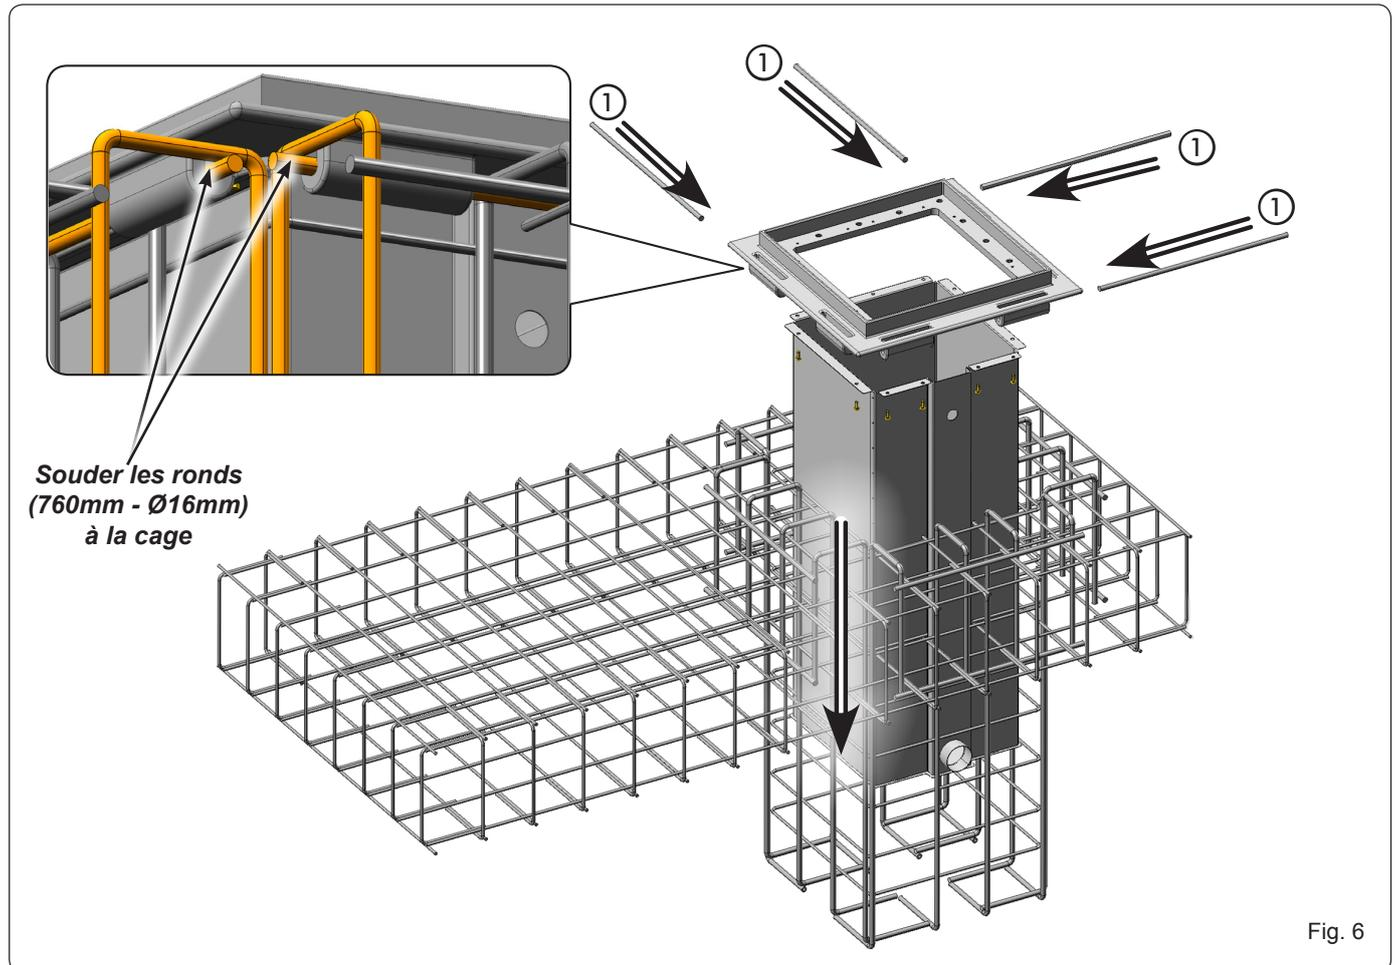

Fig. 6
Ensuite, positionner le puisard à l'intérieur de la cage d'après la Fig. 6, en veillant à souder 4 ronds de 760mm - Ø16mm (réf. ① Fig. 6) à la cage